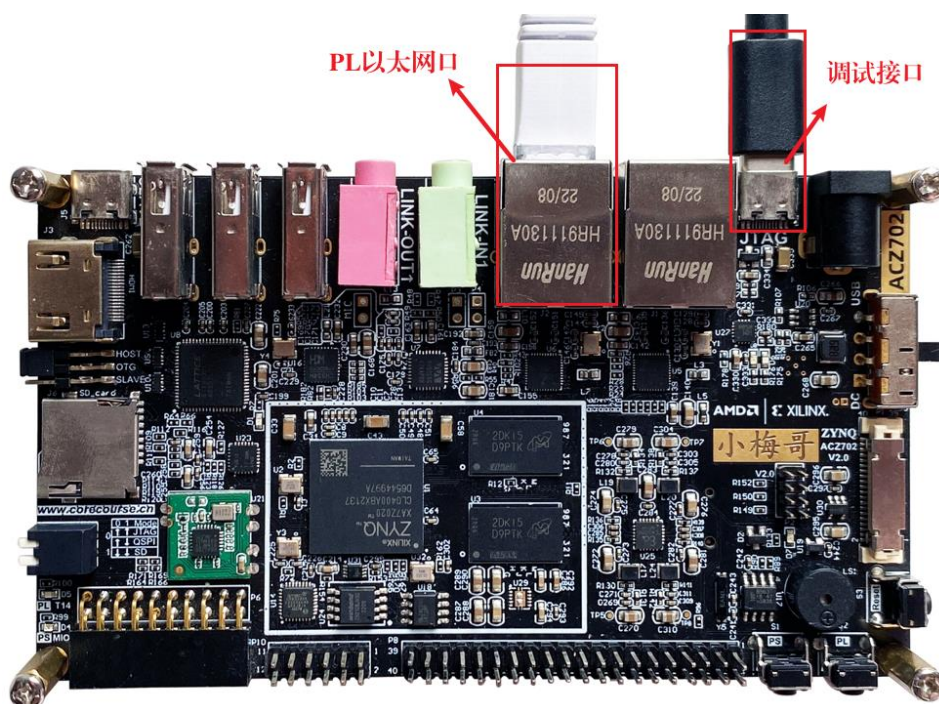

图 1-3 硬件连接
1. 使用网线将 ACZ702 开发板上 PL 侧以太网接口和您当前调试测试工程用的 PC 机的网口连接起来。使用下载线连接开发板调试接口与电脑主机的 USB 接口，如图 1-3 所示。连接完成后为开发板供电。